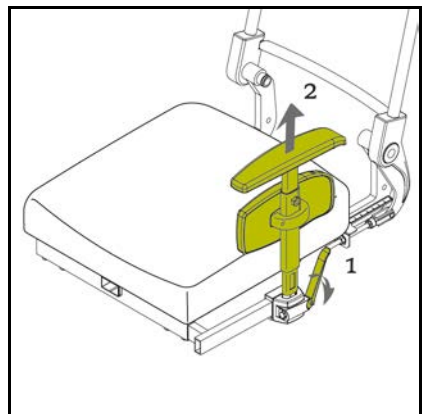

Figure 6.3
4. Pousser le taquet vers l'arrière afin de déverrouiller l'accoudoir (fig. 6.3).
5. Soulever l'accoudoir pour le libérer de son support (fig. 6.3).